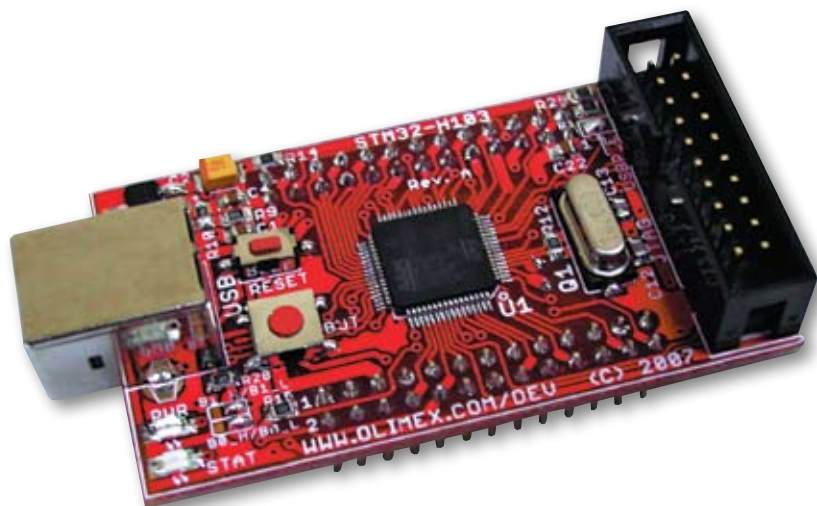

Рис. 1. Мини-модуль STM32-H103
**STM32-H103** — мини-модуль на базе микроконтроллера STM32F103RBT6 (рис. 1). Позволяет ознакомиться с возможностями этого высокопроизводительного 32-разрядного микроконтроллера,